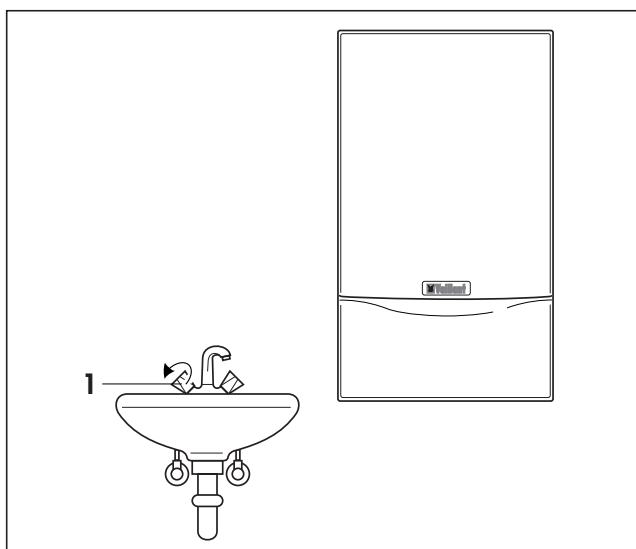

Рис. 3.6 Выполнить забор горячей воды
3.3.2 Отбор горячей воды (рис. 3.6)